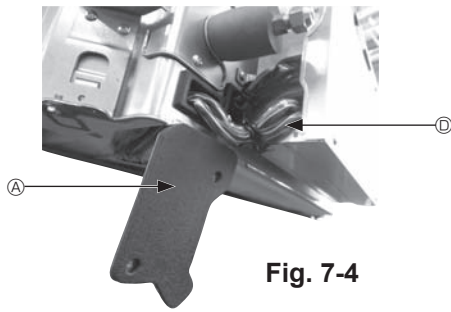

Fig. 7-4
- 2 Περάστε τα σύρματα του αισθητήρα i-See και του δέκτη σήματος μέσα από τις εισόδους συρμάτων στο κιβώτιο ηλεκτρικών εξαρτημάτων, όπως φαίνεται στο διάγραμμα, και γύρω από τους δακτυλίους στην πλευρική όψη της κύριας μονάδας. (Fig. 7-4)